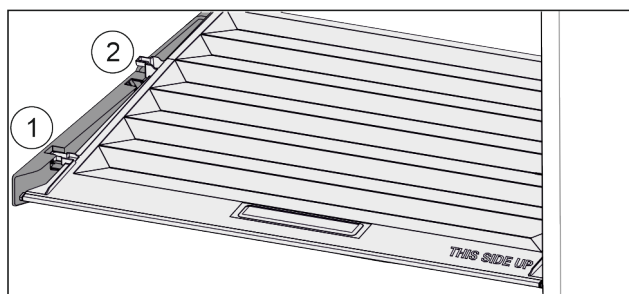

Fig. 161
- ▶ Vytáhněte víko dopředu až k otvoru v přídržných dílech Fig. 161 (1).
- ▶ Vzadu zesopdu nadzvedněte a vyjměte směrem nahoru Fig. 161 (2).